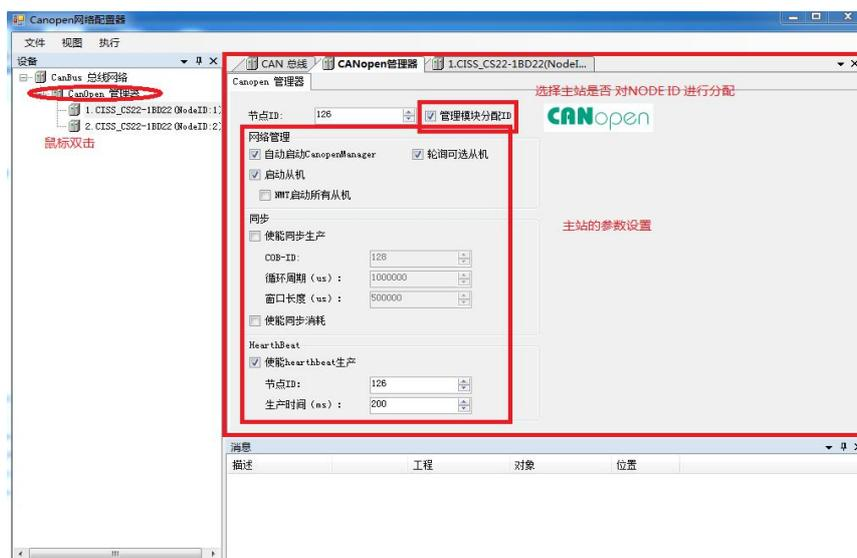

图4.4 主站参数配置
2、配置主站。对CANOPEN不了解的使用者可跳过此步骤。双击“Canopen 管理器”，弹出管理器配置页面，可对主站的各个参数进行配置和修改。如图4.4。